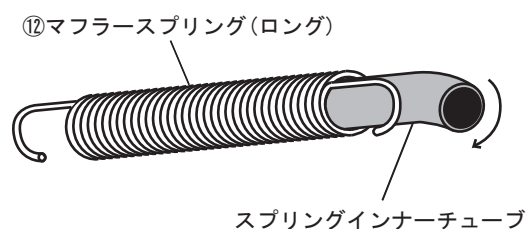

FIG. 11
8. ⑫マフラスpring(ロング) 4本全てに、springインナーチューブを入れて下さい。なお、springに入れた状態ではインナーチューブがspringから多少はみ出しますが、マフラーに装着した状態でspringが伸びて隠れる為、問題ありません。(FIG. 11参照)